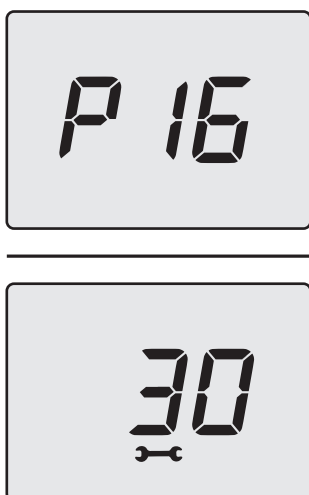

Figura 5.15
- Utilizzando i tasti 2 o 4 è possibile impostare il valore del parametro 16 a **30** (minuti necessari per portare la caldaia dalla minima alla massima potenza) (Figura 5.15).